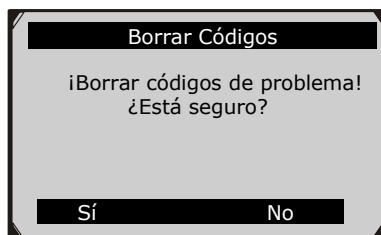

Figura 6.6
- 2) Un mensaje de advertencia aparece solicitando su confirmación. (Figura 6.6)